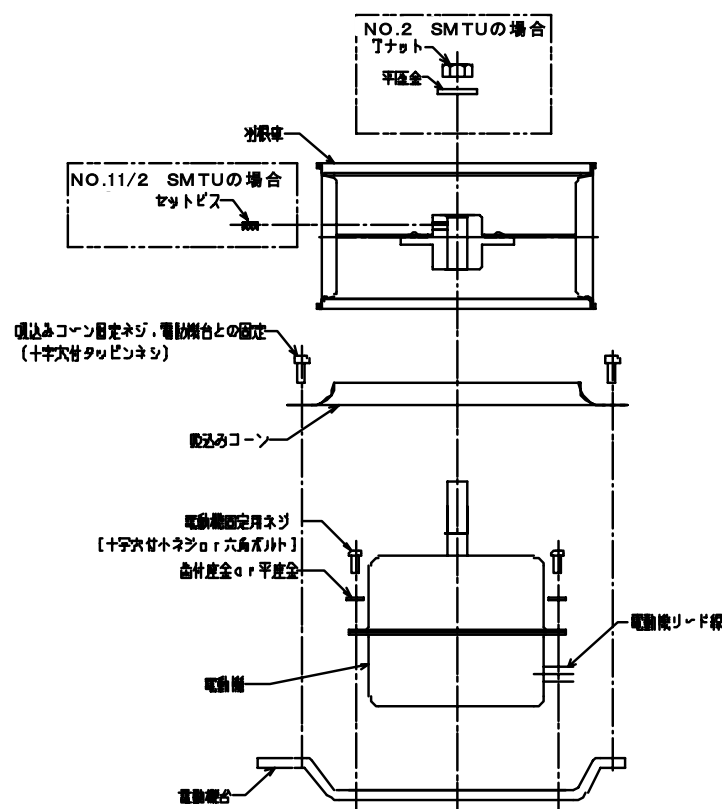

図9 内蔵ファン分解図
- (5) 内蔵ファンの羽根車を外す際は、セットビスが羽根車についていますので、緩めて外してください。…図9参照（羽根車は、傷つけないように注意してください。）
- (6) 内蔵ファンの電動機を外す場合は、(5)にて羽根車を外し、吸込みコーンを外した状態で、電動機固定用ねじを外してください。…図9参照